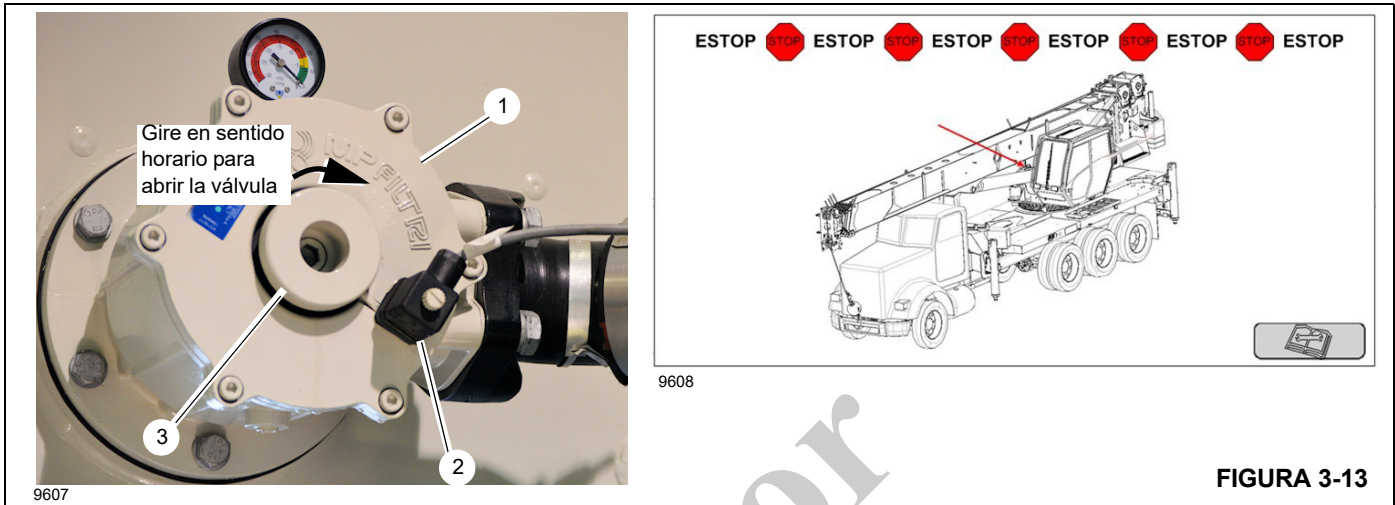

FIGURA 3-13
La bomba de aspiración hidráulica (1, Figura 3-13) se encuentra en la parte delantera del depósito hidráulico. La bomba tiene un interruptor de seguridad (2) que determina si la válvula de corte se abre o se cierra. La válvula debe estar completamente abierta para que se pueda arrancar y accionar la grúa. Cuando la válvula está cerrada, la grúa no arrancará. Este interruptor de seguridad garantiza que haya fluido hidráulico disponible cuando la grúa esté funcionando. Para obtener información adicional acerca de los estados de control, consulte “Estados de encendido y control de la grúa” en la página 3-3.
Cuando la válvula de aspiración está cerrada, se muestra la vista de advertencia de ESTOP en el RCL (Figura 3-13). La vista de ESTOP permanece hasta que la válvula de aspiración esté completamente abierta.